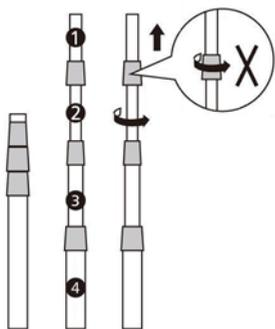

Рис. 1
1. Ослабьте фиксатор стойки, повернув его против часов стрелки (Рис. 1).